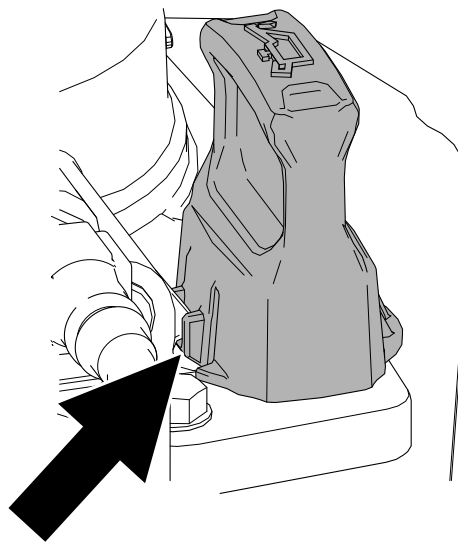

Figure 38
5. Remettez la jauge en place et vérifiez qu'elle se verrouille en position (Figure 38).
10. Remettez la jauge en place et vérifiez qu'elle se verrouille en position (Figure 38).